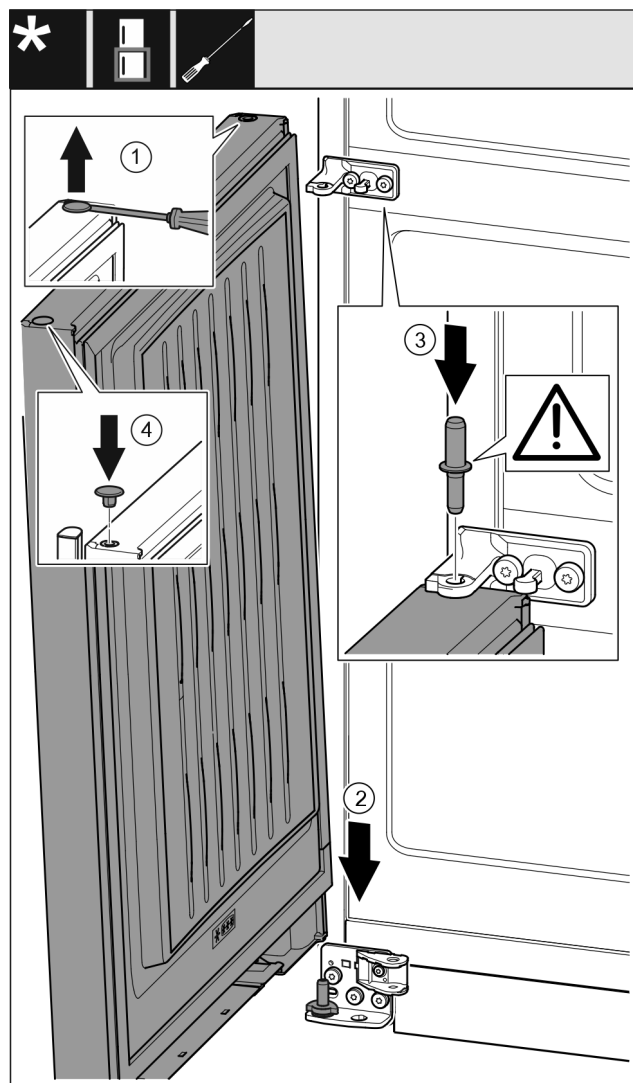

Fig. 52
- Zátku Fig. 52 (1) opatrně nadzvedněte plochým šroubovákem a vytáhněte.
- Dveře Fig. 52 (2) nasadte shora na dolní ložiskový čep.
- Prostřední ložiskový čep Fig. 52 (3) vložte do dolních dveří přes prostřední stojan ložiska. Přitom dávejte pozor, aby zajišťovací vačka směřovala dozadu.
- Zátku Fig. 52 (4) opět vložte na druhé straně dveří.